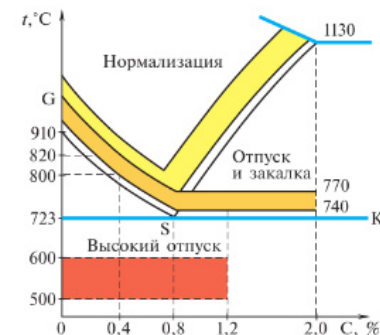

Рис. 5.46. Диаграмма железоуглеродистых сплавов
Температуру нагрева стали определяют по *диаграмме железоуглеродистых сплавов* (рис. 5.46). На горизонтальной оси диаграммы указано содержание углерода (%), на вертикальной — температура нагрева стали (°C). Закрашенные участки диаграммы показывают оптимальные температурные интервалы нагрева стали при различных видах термообработки.
4. Определите температуру нагрева для закалки зубила по диаграмме железоуглеродистых сплавов (рис. 5.46).
Марка стали с содержанием углерода 0,7% является инструментальной. По горизонтальной оси диаграммы (рис. 5.46) находим соответствующую этой цифре точку. Из неё восстановим перпендикуляр до пересечения с графиком. Из точки пересечения проводим параллельную горизонтальной оси линию до пересечения с вертикальной осью. По этой точке определяем необходимую температуру нагрева. Она по графику равна примерно 730 °С. Учитывая, что температура закалки должна быть на 30–50 °С выше установленной по графику, определяем необходимый нагрев при закалке: 760–780 °С.